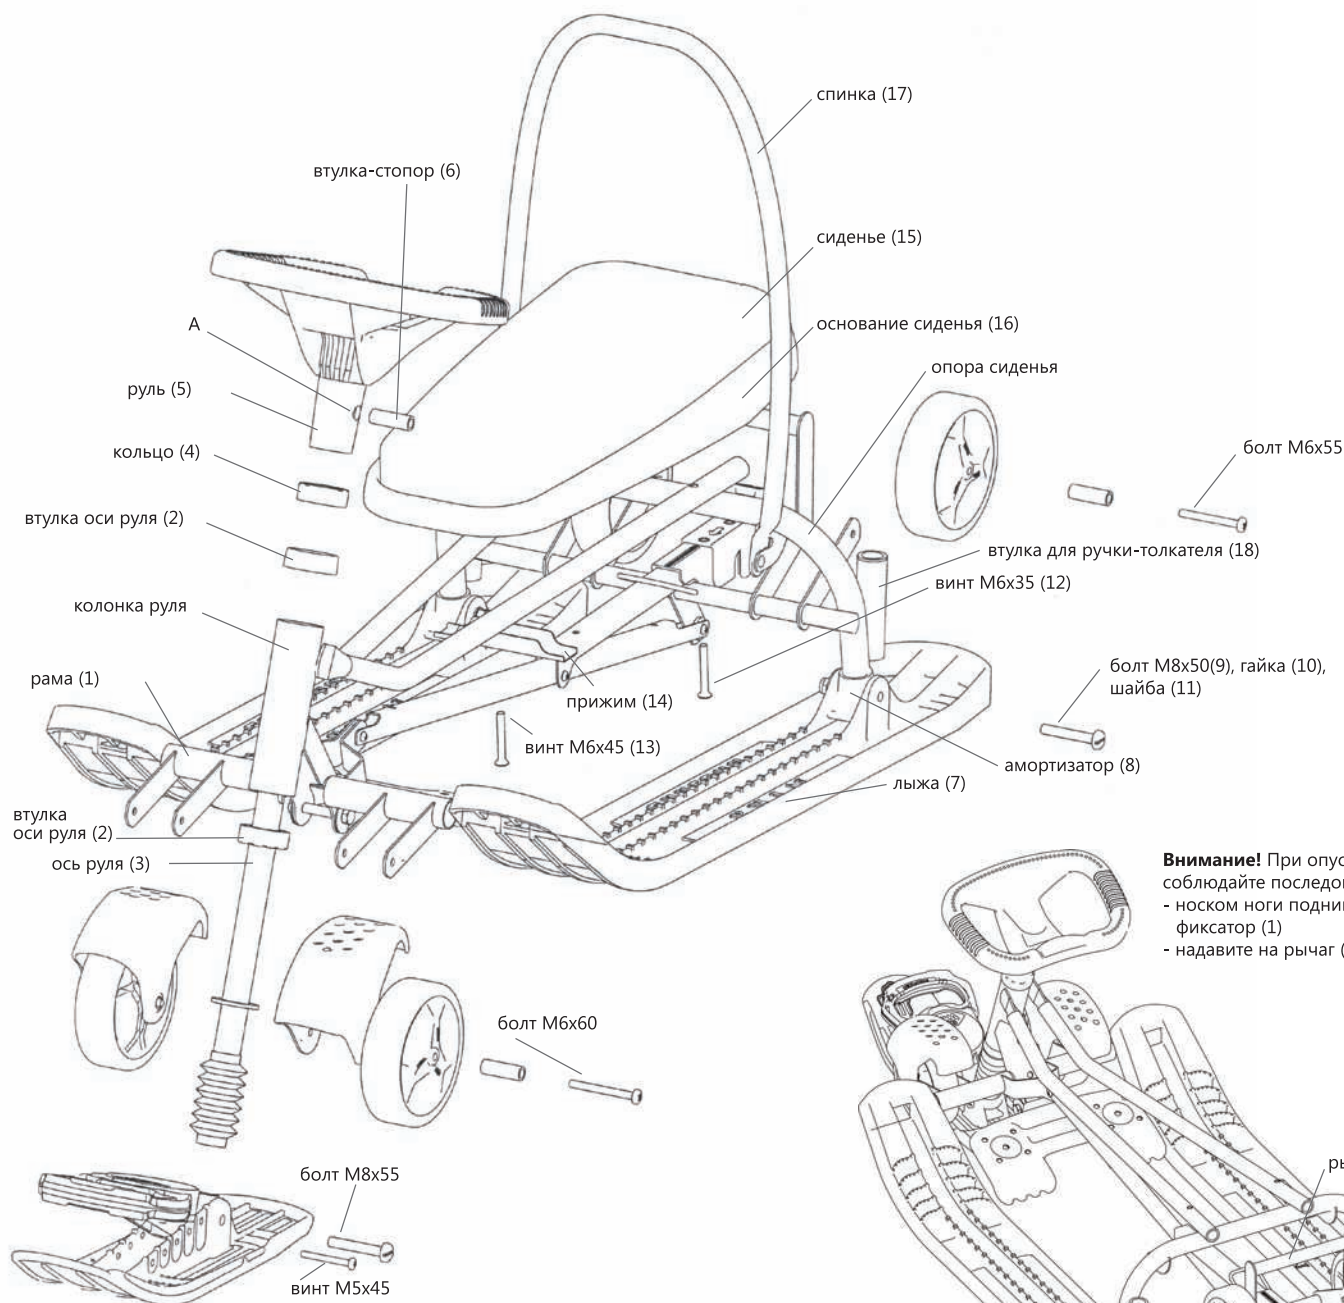

рис. 1 Сборка снегоката арт. ТС6
Для приведения снегоката в рабочее состояние необходимо провести сборочные операции в соответствии с прилагаемой схемой (рис. 1). Для сборки применяются гаечный ключ на 13 и отвёртка.
- установите с обеих сторон колонки руля втулки оси руля (2) (рис. 1);
- вставьте ось руля (3) в колонку руля
- закрепите предварительно кольцо (4) на руле (5) выше крепёжного отверстия (А);
- установите руль (5) на ось руля (3), совмещая отверстия (А), установите втулку-стопор (6), перемещая кольцо (4) закройте втулку-стопор (6);
- соблюдая право/лево вставьте лыжи (7) на металлические полозья рамы (1), установите амортизаторы (8) на опору сиденья рамы (1).
- закрепите лыжи (7) через амортизатор (8) болтом (9) с гайкой (10) и шайбой (11);
- при помощи 2-х винтов M6x35 (12) и винта M6x45 (13) с прижимом (14) закрепите сиденье (15) с основанием (16) на раме. Рекомендуется «наживить» винты рукой, затянуть до упора отвёрткой (не применять электроинструменты);
- на спинку (17) наденьте чехол;
- при необходимости, вставьте ручку-толкатель во втулку на раме (18).